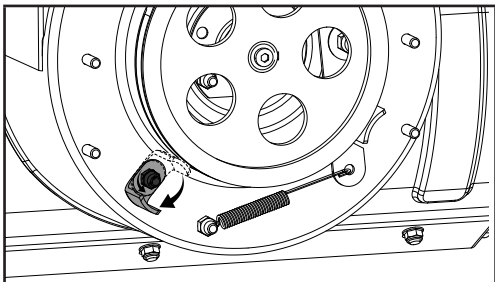

Figure 38
7. Dévissez le boulon sur le protège-courroie (figure 38).